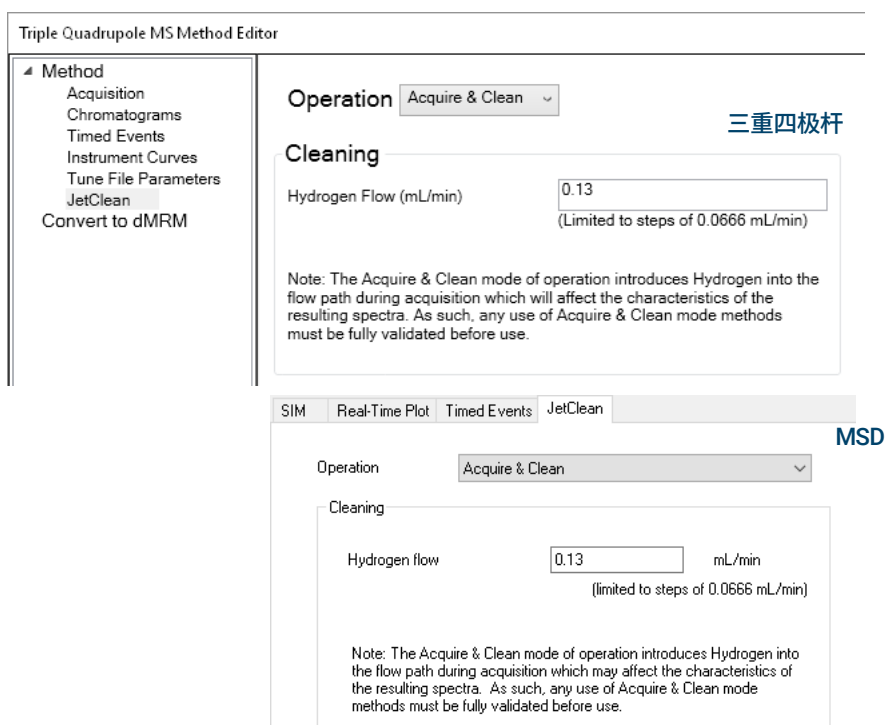

图 10 “采集和清洁”模式下的“氢气流量限值”屏幕
- 3 选择**智氢洁离子源**。（请参见**图 10**（第 32 页）。）
- 5 输入方法开发人员提供的**氢气流量**。（请参见**图 10**（第 32 页）。）该流量必须与调谐文件使用的氢气流量一致。